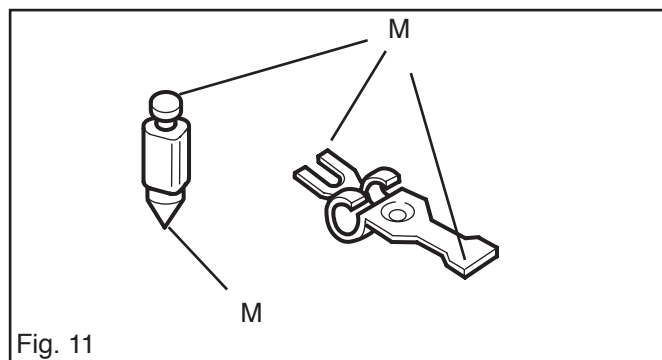

Fig. 11
Consultez les fig. 11 et 12 et vérifiez les éléments suivants :
3. Le pointeau et son bras de levier ne sont pas usés aux emplacements M indiqués à la fig. 11.